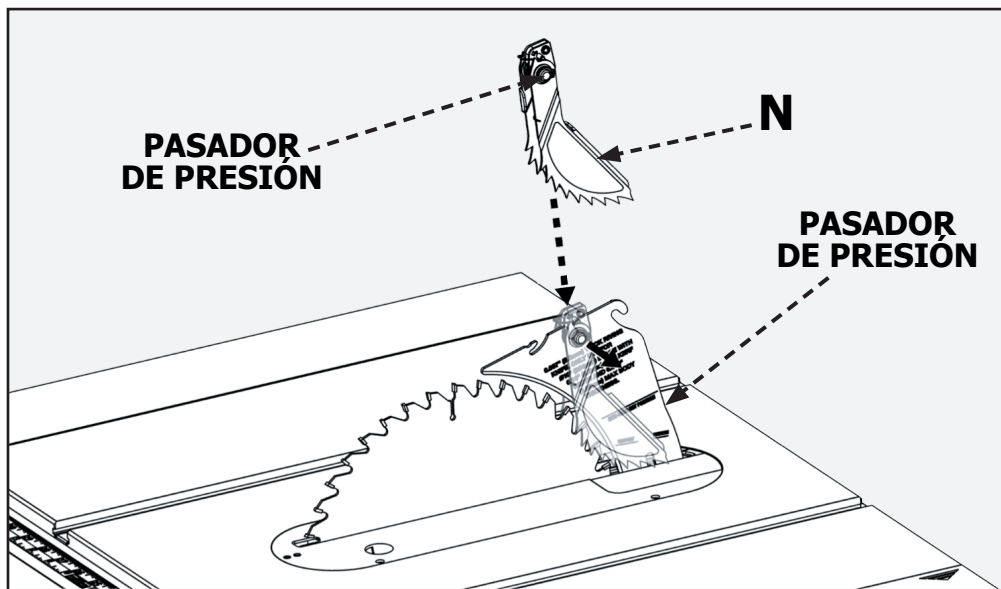

FIGURA 9
1. Consulte la Figura 9 y ubique la ranura de montaje de los trinquetes anti contragolpe en medio del borde superior del separador.